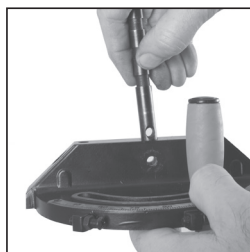

Fig. 7
- Asegúrese de que el agujero del pilar se alinea con el agujero en la cara vertical del calibre de inglete. **(Fig. 7)**